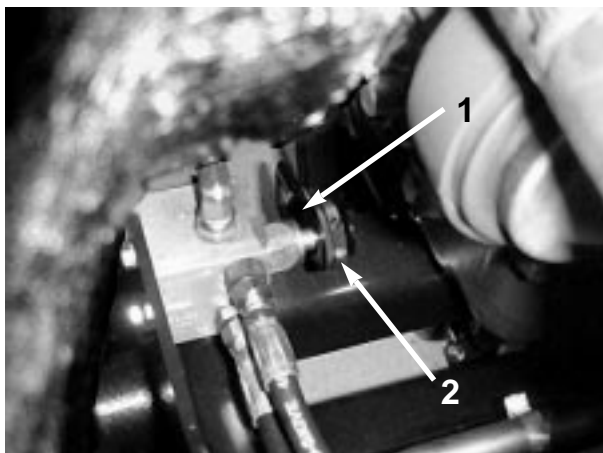

図 9
1. 調整バルブはリア・アクスルの前部にある(図9)。
2. ノブの固定リングをゆるめる(図9)。